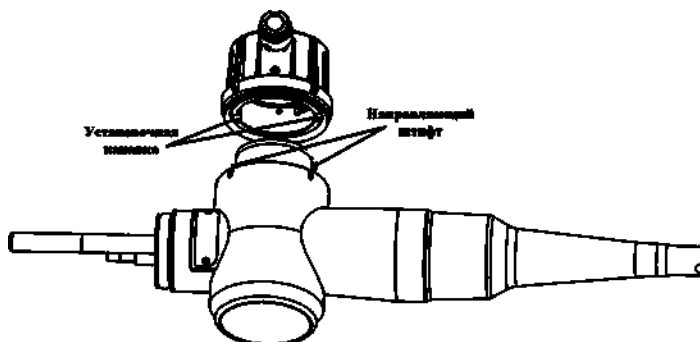

Рисунок 23.
1. Совместите направляющий штифт электрического разъема с установочной канавкой водонепроницаемого колпачка (рисунок 23).